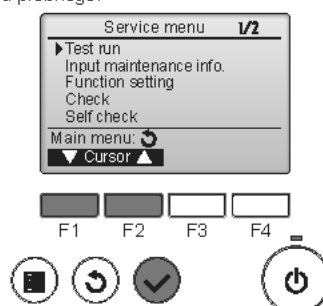

Fig. 8-1
- ① W menu serwisu wybrać pozycję "Test run" (Ruch próbny), a następnie nacisnąć przycisk [WYBIERZ]. (Fig. 8-1)